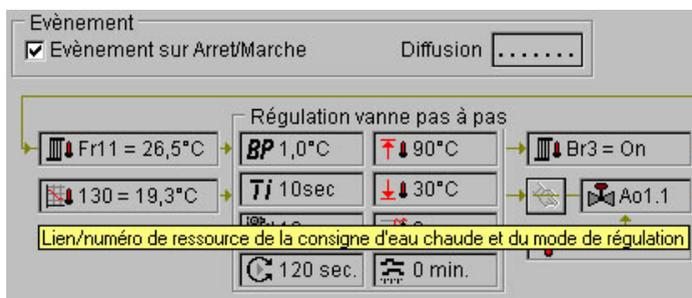

Figure 2.59 : Ressource Régulation vanne pas à pas - Lien/numéro ressource consigne d'eau chaude
- Lien de la température d'eau : il vous indique le lien de la température du circuit d'eau (voir le champ en haut à gauche figure 2.59 - mesure de température - ex : sonde de départ régulé).